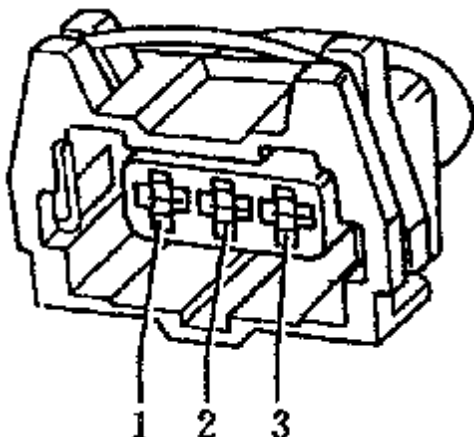

图 5-16 海拔高度传感器端子
(5) 如果没达到规定值, 关闭点火开关。把检测盒 V.A.G1598/22 接到发动机控制单元的线束上, 检测海拔高度传感器插头端子 1、2、3 分别与检测盒 V.A.G1598/22 端子 61、62、67 之间的导线是否断路、对正极或负极短路, 如图 5-16 所示。必要时排除导线的断路或短路故障。
(6) 如果导线没有故障, 换装一个新的海拔高度传感器 (F96)。